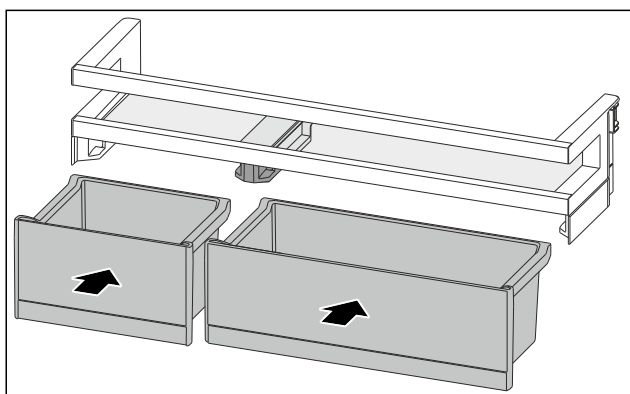

Fig. 153
- Włożyć VarioBox w innym rozmieszczeniu. (patrz Fig. 153)